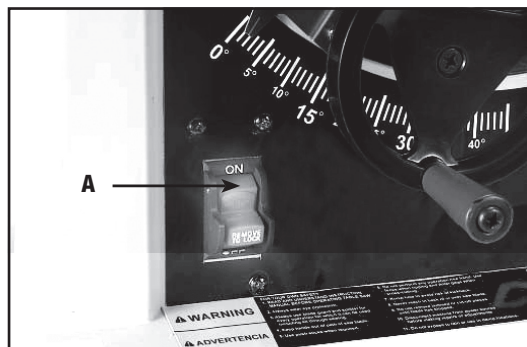

Fig. 27
A chave liga/desliga (“ON/OFF”) (A) Fig. 27 se encontra na parte frontal do compartimento da serra. Para LIGAR a serra, levante a chave (A) para a posição “ON” (“Ligar”). Para DESLIGAR a serra, posicione a chave (A) em “OFF” (“Desligar”).